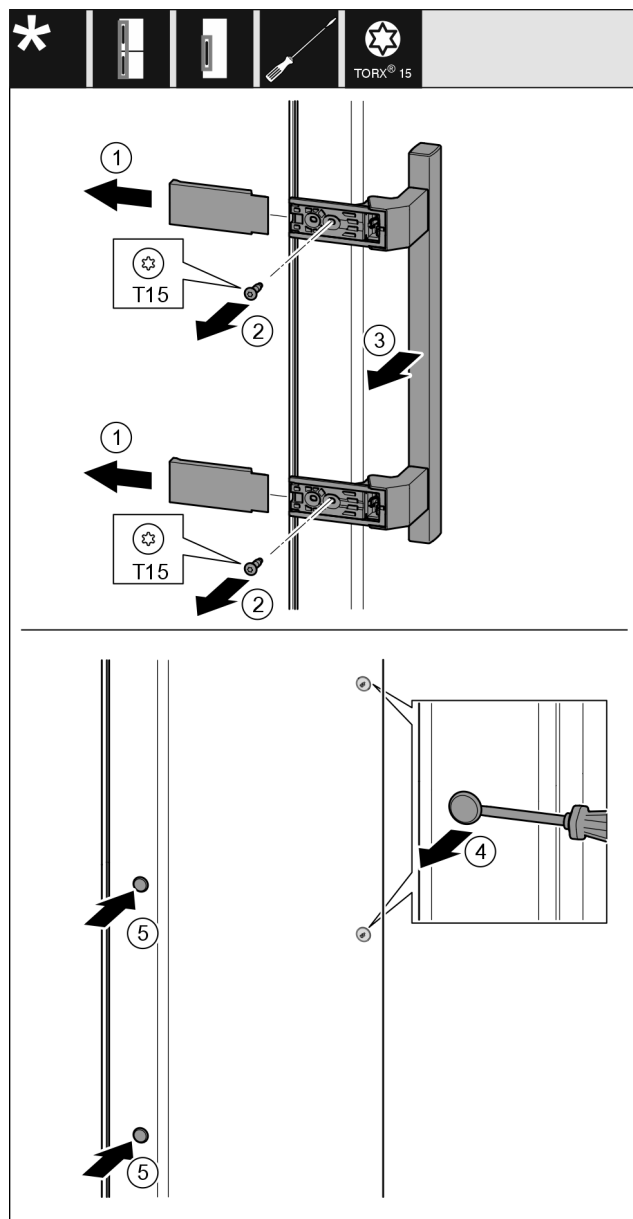

Fig. 27
- Izvucite poklopac Fig. 27 (1).
- Odvijačem odvrnite vijke Fig. 27 (2).
- Skinite ručku Fig. 27 (3).
- Odvijačem s ravnom glavom oprezno podignite bočni čep Fig. 27 (4) i izvucite ga.
- Ponovno umetnite čep Fig. 27 (5) na drugoj strani.